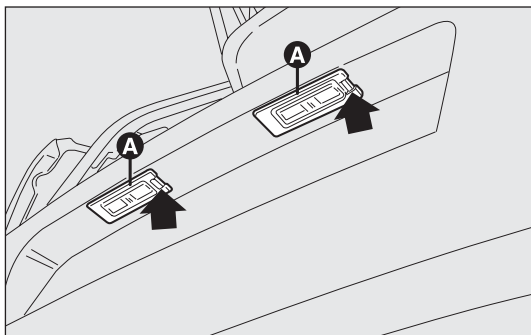

рис. 173
- нажмите в месте, указанном стрелкой, и снимите прозрачную крышку А – рис. 173;